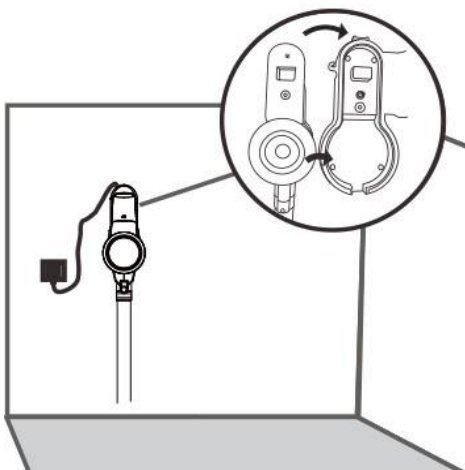

Fig. 1
2. Sluit het apparaat vervolgens aan op het laadstation om de accu opnieuw op te laden (Fig. 1). Steek de stekker van de laadadapter in een stopcontact.